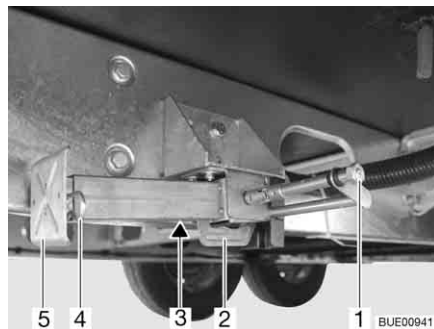

Fig. 27 Piedino di stazionamento
- Inserire la chiave a tubo nell'esagonale (Fig. 27,1) e ruotare fino a quando il piedino di stazionamento non si trova in posizione verticale verso il basso.
- Se la lunghezza del piedino di stazionamento è regolabile, sfilare la copiglia (Fig. 27,4) dal piede del prolungamento (Fig. 27,5).
- Inserire la chiave a tubo nell'esagonale (Fig. 27,1) e ruotare fino a quando il piedino di stazionamento non si stacca dal terreno.
- Spingere completamente all'interno il prolungamento dell'estremità del piedino (Fig. 27,5) e inserire la copiglia (Fig. 27,4) nel foro apposito.
- Girare sull'esagonale (Fig. 27,1), finché il piedino di stazionamento è orientato verso l'alto e la guida (Fig. 27,2) si trova proprio alla fine della scanalatura (Fig. 27,3).